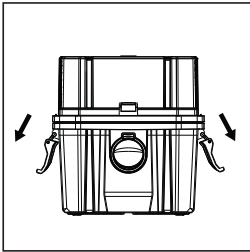

FIG. 6
- Scoateți instalația capului de alimentare de la aspiratorul lichid/uscat trăgând înspre exterior clamele poziționate de fiecare parte a acestuia. Ridicați instalația capului de alimentare. (Fig. 6)